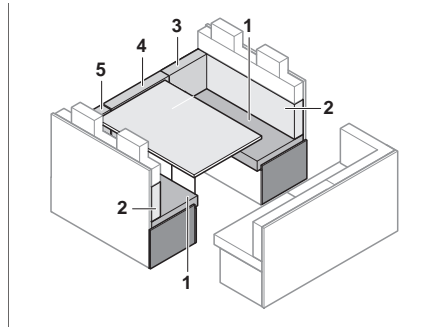

Fig. 135 Antes de la transformación
- Quitar el cojín del respaldo (Fig. 135,3,4 y 5) y ponerlo al lado.